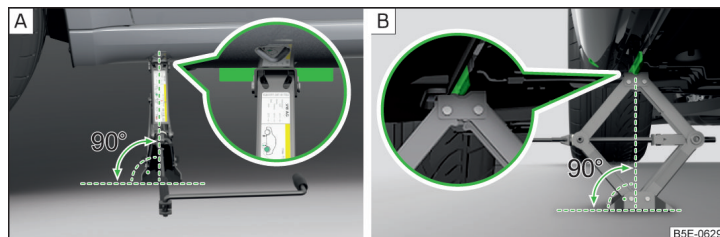

Abb. 338 **Wagenheber ansetzen**
- › Die Grundplatte des Wagenhebers mit der gesamten Fläche auf einem geraden Untergrund stellen, sodass sich der Heber in senkrechter Position zum Aufnahmesteg befindet » **Abb. 338** - **A**.
- › Den Wagenheber mit der Kurbel so weit hoch drehen, bis die Klaue des Hebers den Steg umfasst » **Abb. 338** - **B**.